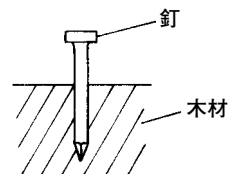

図 19
- 図17のように、釘を打つ所に射出口を押し当て、引金を引き、すぐに引金を放します。このようにすると1回の打撃で本機の打ち込みが止まり、釘は木材に途中まで打ち込まれた状態となります。(図19)